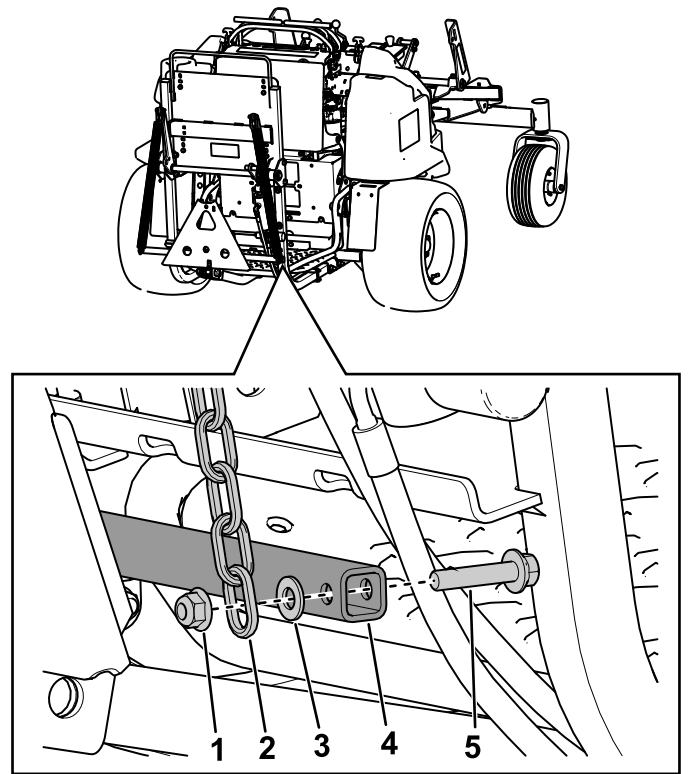

Figura 10
2. Conecte el extremo inferior de las cadenas largas de elevación traseras al tubo de la parte inferior del bastidor de elevación usando pernos con arandela prensada ($\frac{3}{8}$ " x $1\frac{3}{4}$ "), arandelas ($\frac{3}{8}$ ") y contratuercas con arandela prensada ($\frac{3}{8}$ "), como se muestra en la Figura 10 .